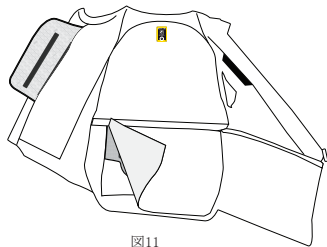

図11
1. ジップとフックとループのパッチを開いて、ベストの内側の開口部にアクセスします (図11)。